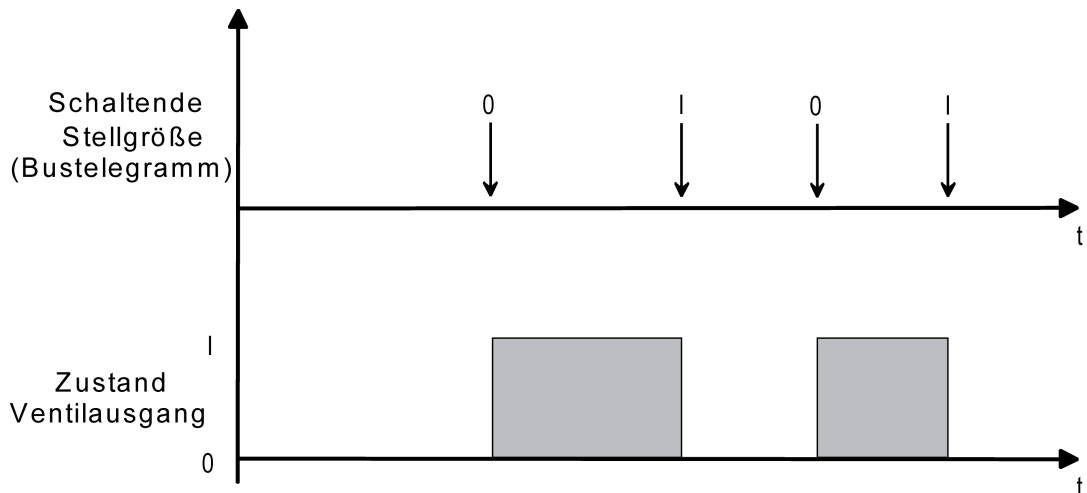

Bild 35: Umsetzung einer schaltenden Stellgröße in ein Ausgangssignal bei stromlos geöffneten Ventilantrieben (Beispiel)
- Den Parameter "Ventil-Wirksinn (Ventil im stromlosen Zustand)" einstellen auf "geöffnet". Bei schaltenden Stellgrößen wird das über das Objekt "Stellgröße" empfangene Schalttelegramm direkt an den Ausgang weitergeleitet. Bei einem empfangenen "EIN"-Telegramm wird der Ausgang nicht bestromt und somit das Ventil vollständig geöffnet. Das Ventil wird durch Einschalten des Ausgangs vollständig geschlossen, wenn ein "AUS"-Telegramm empfangen wird (Bild 35).